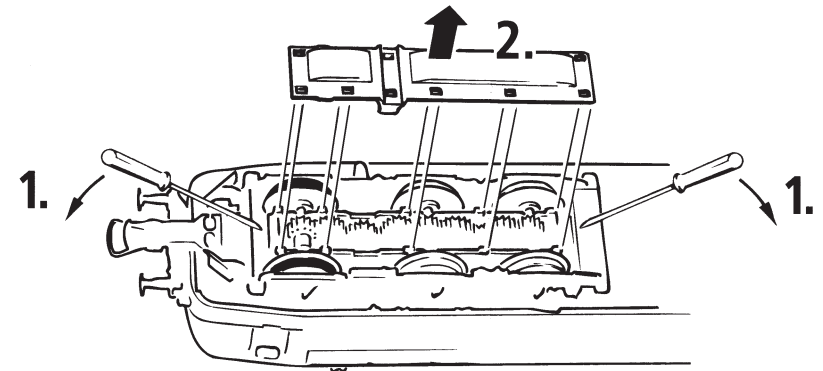

Fig. 6
**3. Lämpchenwechsel:** Zuerst das Lokgehäuse abnehmen (Fig. 3). Danach können Sie die **Lämpchen** wechseln (Fig. 6).
**3. Remplacement des ampoules:** Veuillez démonter d'abord la caisse de votre locomotive (fig. 3), puis vous pouvez **échanger les ampoules** (voir fig. 6).
**3. Change of lights:** First remove loco body (fig. 3) and then change **lights**. (fig. 6)